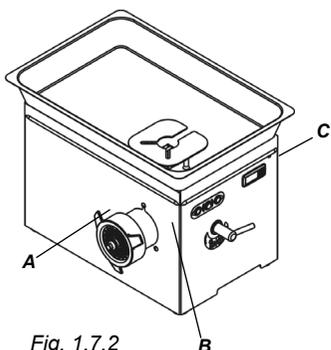

Fig. 1.7.2
1.7.1 – Plaque d'avertissement et de danger (fig. 1.7.2)